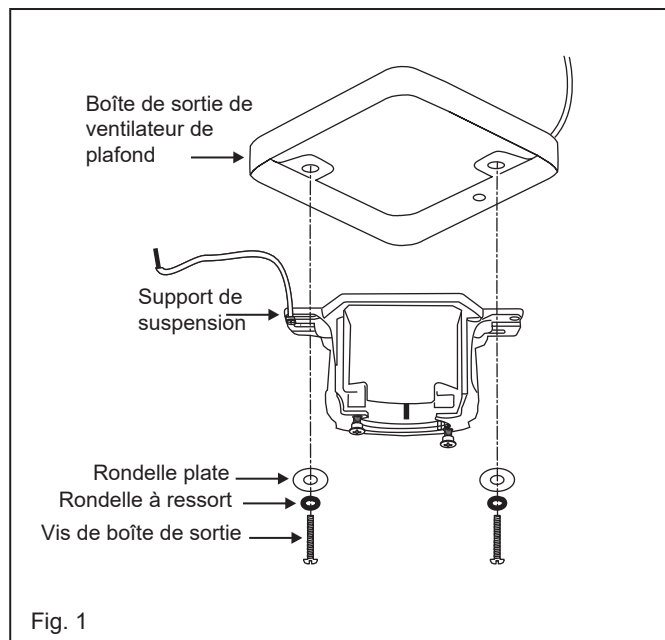

Fig. 1
- 1 Retirez la boule de la tige de suspension en desserrant la vis de réglage sur le côté de la boule. Faites glisser la boule vers le bas et retirez la goupille de la boule ; retirer la balle. (Fig. 1)